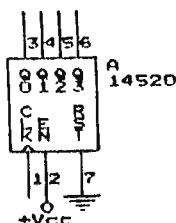

Figura A.7
- **Contador Binario Ascendente:** su cuenta en los 2 bits menos significativos dará la activación de una compuerta AND a la vez con la ayuda del decodificador; así como también dará la cuenta para los decodificadores de inicio de cuenta y de media cuenta para hacer el cambio de TX a RX por medio del PTT. (Ver figura A.7).